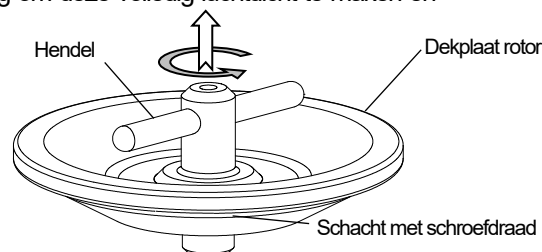

Fig. 3-1 Het verwijderen van de hendel
- 4) Breng een dunne laag siliconenvet (vacuümvet) aan op de pakking om deze volledig luchtdicht te maken en veeg overtollig vet af. Bij gebruik van de S58A en S50A rotor, bekleed de pakking (O-ring) van de hendel, na het loshalen van de hendel van de dekplaat, met een dunne laag siliconenvet (vacuümvet). Draai de hendel tegen de klok in terwijl u deze omhoogtrekt, zodat de hendel los kan komen van de dekplaat van de rotor (zie Fig. 3-1).
- 4) Breng een dunne laag siliconenvet (vacuümvet) aan op de pakking om deze volledig luchtdicht te maken en veeg overtollig vet af. Breng een dunne laag siliconenvet (vacuümvet) aan op de pakking (O-ring) van de hendel nadat u de hendel van de dekplaat heeft afgehaald (zie Fig. 3-1). Na het invetten van de hendelpakking (O-ring), plaats de hendel met hendelpakking (O-ring) op het rotorframe en draai de hendel in de richting van de klok mee voor het monteren van de hendel op de rotordekplaat.